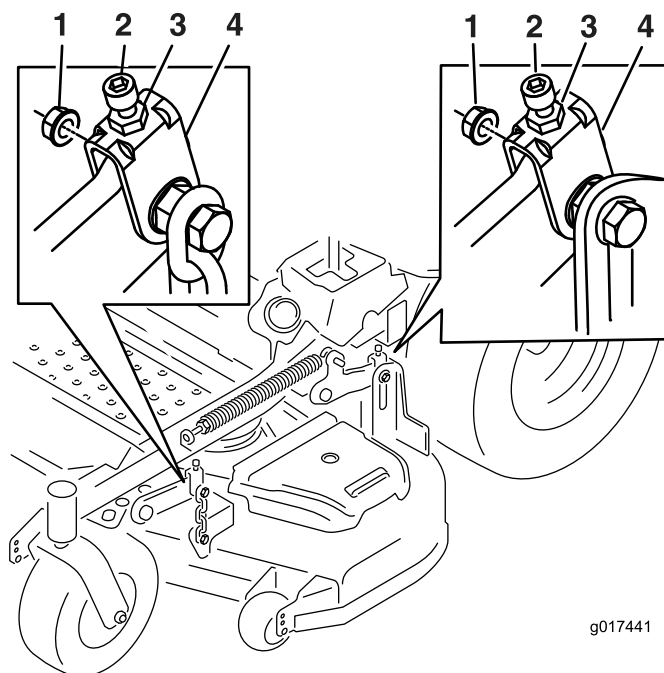

**Figura 72**
9. En ambos lados de la carcasa, mida desde la superficie nivelada hasta la punta delantera de la cuchilla (Posición A). La medida debe ser de 7.6 cm (3 pulg.) (Figura 72).
15. En ambos lados de la carcasa, mida desde la superficie nivelada hasta la punta trasera de la cuchilla (Posición B). La medida debe ser de 8.3 cm (3-1/4 pulg.) (Figura 72).